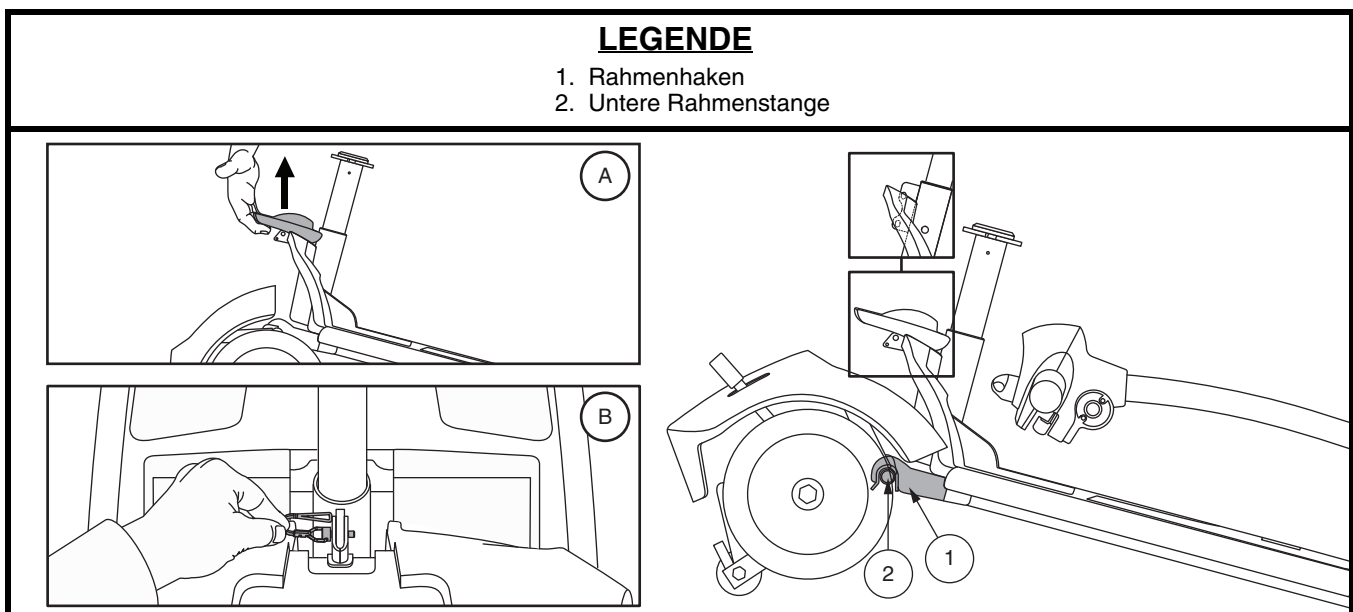

Abb. 26. Rahmenverriegelungshebel (Stil A) and Rahmenverschluss (Stil B)
4. Trennen Sie vorsichtig die beiden Teile. **Siehe Abb. 26.**
**HINWEIS:** *Kippen Sie den hinteren Teil des Elektromobils vor dem Zusammenbau etwas nach hinten auf die Stützräder, wie in Abb. 26 gezeigt.*
1. Benutzen Vorderteils den Rahmenverriegelungshebel (oder das Hinterteil an der Sitzstütze anheben für Modelle 36, 83 und 84) Sie zum Anheben und richten Sie die Rahmenhaken des Vorderteils an der unteren Rahmenstange des Heckteils aus. **Siehe Abb. 26.**
2. Wenn sich die Rahmenhaken über der unteren Rahmenstange befinden, senken Sie das Vorderteil ab und drehen gleichzeitig das Heckteil. Bei den Modellen 40X, 44X, 40E, 44E, 40LX, 44LX, 50LX, 54LX, 53, 53HD, 54, 54HD, 73 und 74 greift dadurch automatisch die Rahmenverriegelung. Bei den Modellen 36, 83 und 84 müssen Sie zum Abschluss der Rahmenmontage außerdem den Rahmenverschlussstift wieder anbringen. **Siehe Abb. 26.**